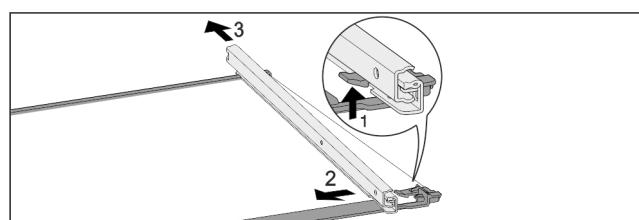

Fig. 69 Скляна пластина з рейками
- Натиснути передній гачок-фіксатор вгору. Fig. 69 (1)
- ▶ Виштовхніть виїзну рейку в сторону Fig. 69 (2) та назад Fig. 69 (3).